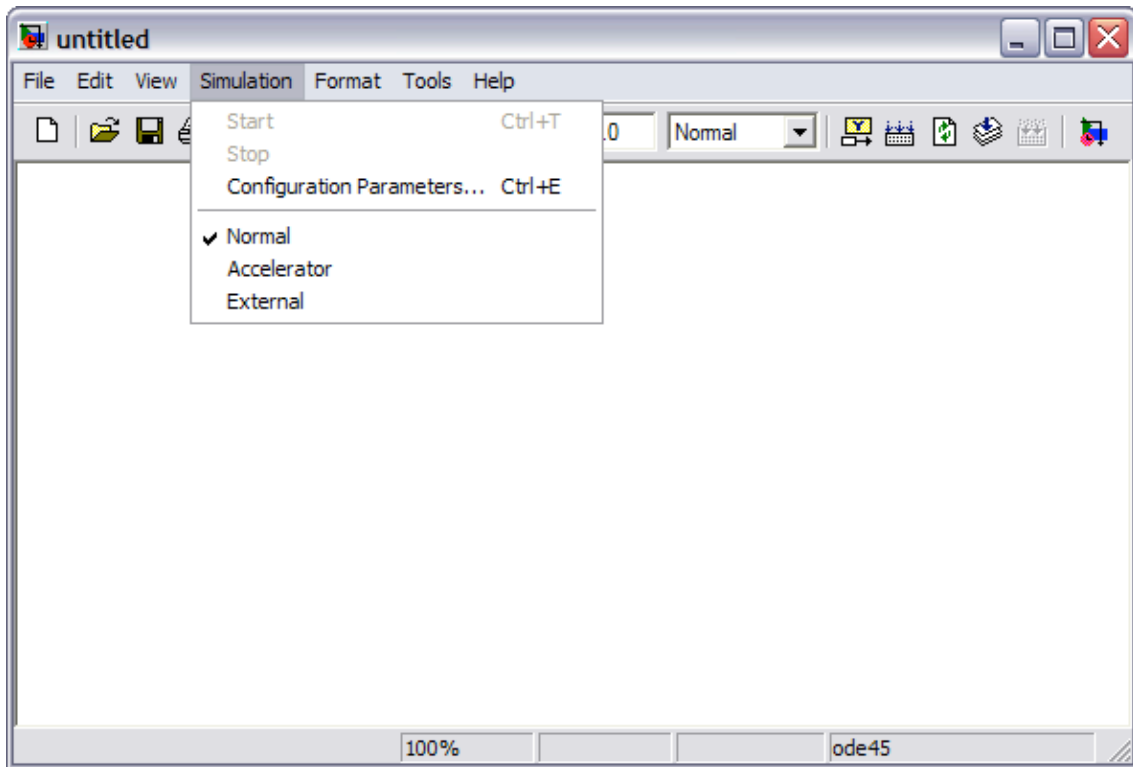

Figura 2 Ventana de trabajo de simulink.
2.- Analizar las opciones de simulation de la barra de tareas de la ventana de trabajo de *Simulink* que se ilustra en la Figura 2.